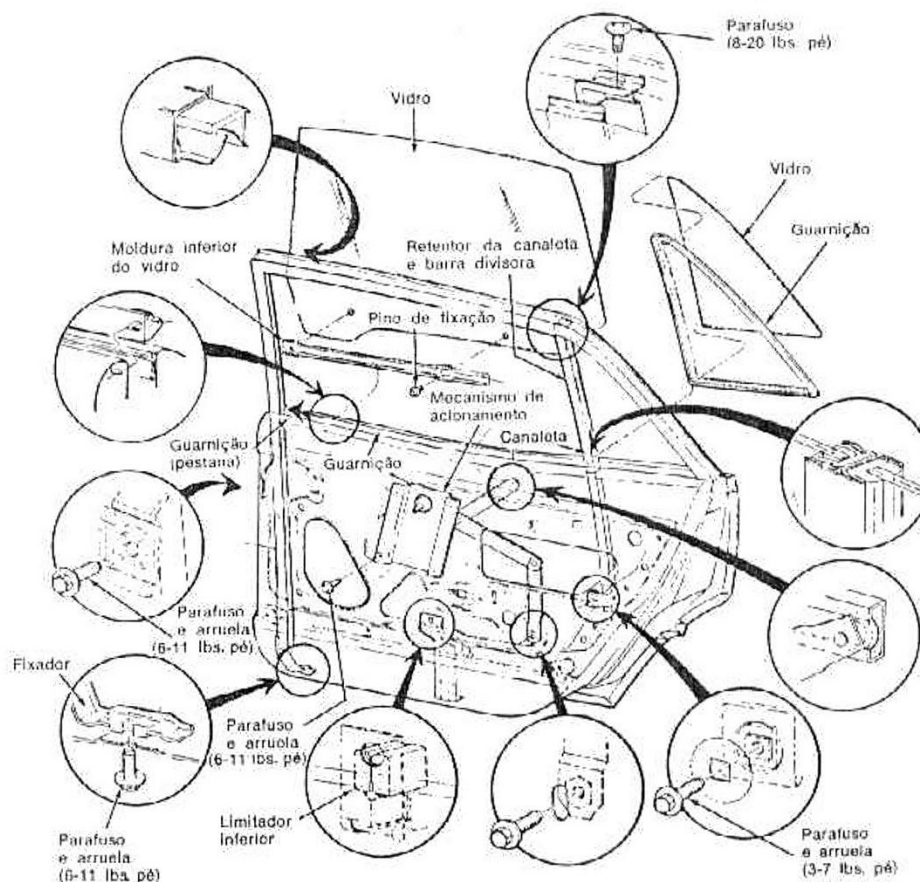

fig. 8 — mecanismo da janela da porta traseira
2. Retirar os parafusos superior e inferior do retentor dianteiro da canaleta (fig. 8) e retirar o retentor da canaleta colocando-o sobre o fundo da porta.
8. Retirar os pinos de fixação dianteiro e traseiro empurrando o pino central com um punção pequeno (fig. 8). Segurar o vidro e separar a bucha do pino de fixação do vidro e da sua moldura inferior, com uma chave de fenda, por trás da flange da bucha.
2. Retirar os parafusos do retentor dianteiro da canaleta (fig. 8) e removê-la.
3. Mover o retentor traseiro da canaleta e a barra de divisão até o posição e instalar o parafuso superior (fig. 8).